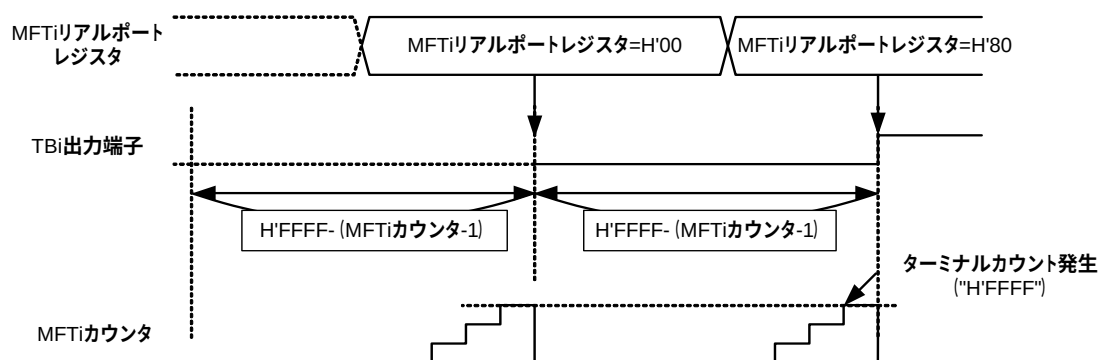

図12.3.16 リアルポート時のMFTiの動作
- 図12.3.16にリアルポート時のMFTiの動作を示します。